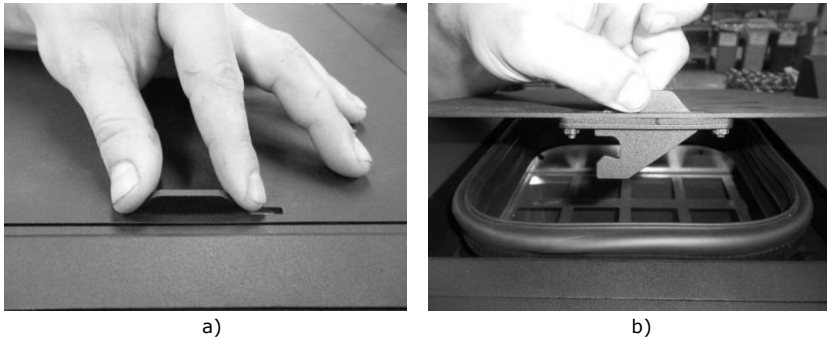

Figure 41 – Ouverture du bouchon
Pour ouvrir le réservoir à granulés, déplacez latéralement le loquet (Figure 41-a) et soulevez le bouchon (Figure 41-b).
- 1 - Ouvrez le bouchon du réservoir à granulés, situé dans la partie supérieure de l'équipement, comme indiqué sur la Figure 41.
- 3 - Mettez en marche l'équipement et fermez le bouchon du réservoir, en exerçant une pression dessus, comme indiqué sur la Figure 41-a.